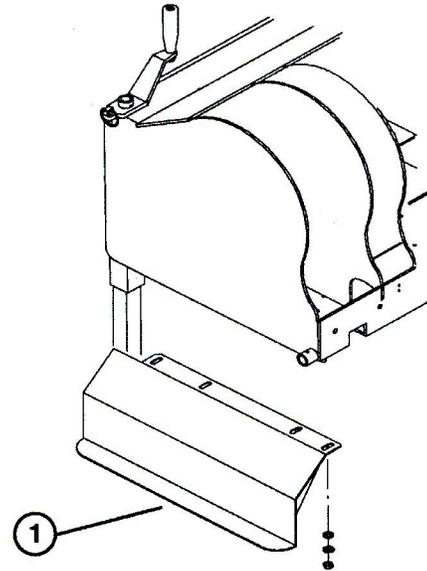

図5
2. サイドガード(左右の別あり)をスタッドに取り付ける(図5)。